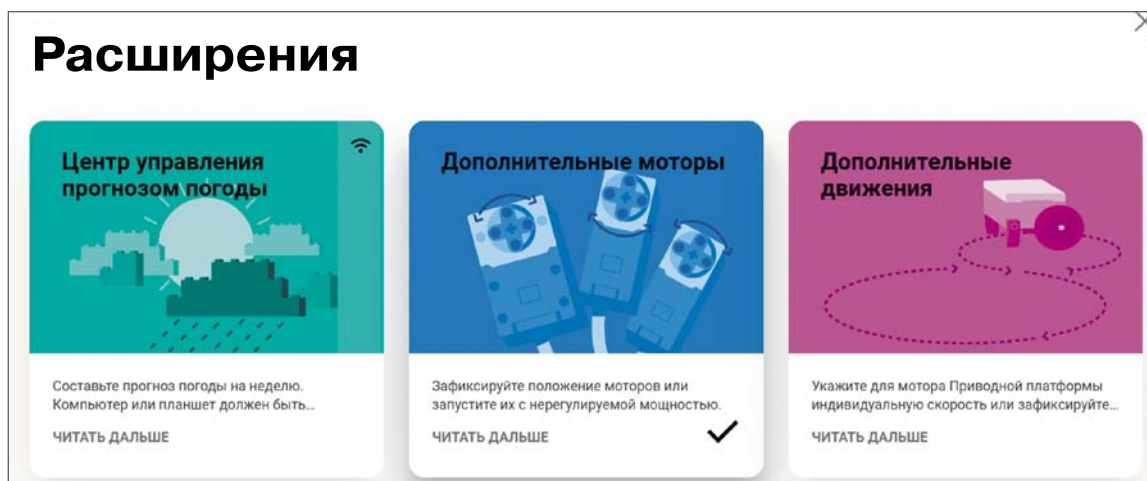

Рис. 16. Список расширений
- 2) в появившемся окне «Расширения» кликнуть по расширению «Дополнительные моторы» (рис. 16);